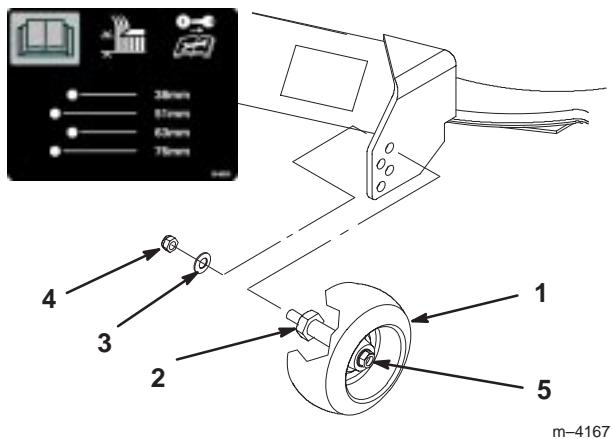

Figure 28
2. Lorsque la hauteur de coupe est réglée, enlevez l'écrou et la rondelle tout en maintenant le goujon avec une clé (Fig. 28).
3. Choisissez le trou pour que la roue de jauge se trouve le plus près possible de la hauteur de coupe correspondante voulue (Fig. 28).
4. Remettez l'écrou et la rondelle sur le goujon (Fig. 28).